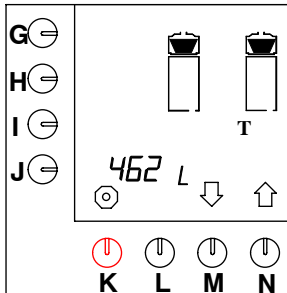

Fig. 39 Contatore totale della macchina di preparazione del caffè
- Premere il tasto di selezione (N.)[†] fino a che sullo schermo viene visualizzato quanto illustrato nella fig. 39 .